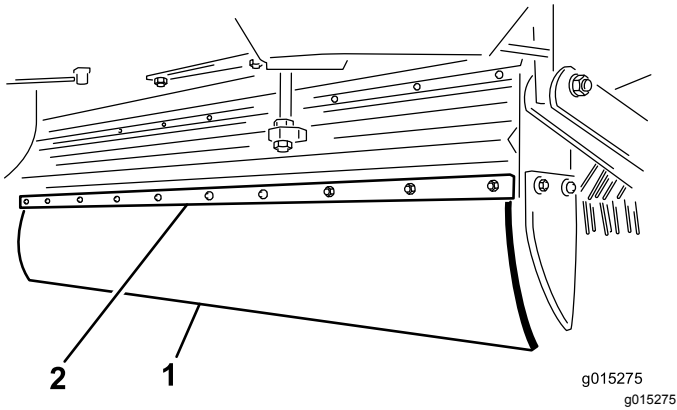

图25
- 2. 卸下安装挡板和挡板固定装置上的 10 个螺栓、垫圈和螺母 图25。